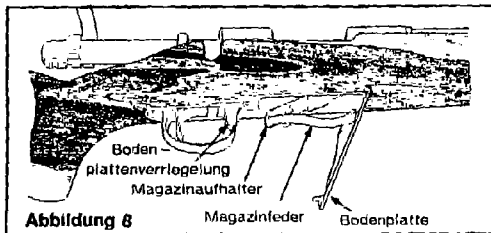

Abbildung 8
- 8 Die Bodenplattenverriegelung drücken, um die Bodenplatte freizugeben. Siehe Abbildung 8. Die Magazinfeder und der Aufhalter werden aus dem Magazin freigegeben.